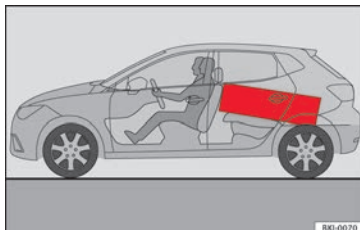

Fig. 166 Los objetos pesados deberían transportarse lo más adelante posible.
- Coloque los objetos pesados en la parte delantera del maletero, lo más al fondo posible » **fig. 166**.